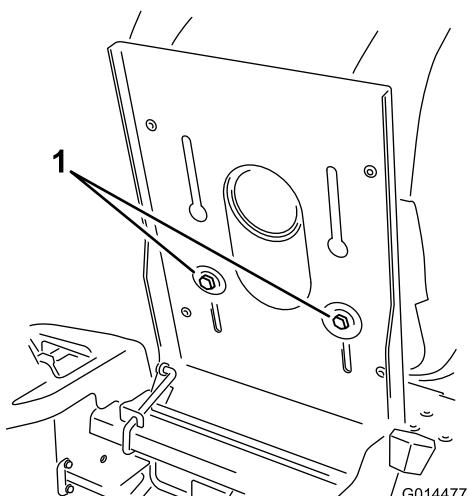

Figure 23
- Soulevez le siège et desserrez les boulons de réglage jusqu'à ce que vous puissiez déplacer le siège (Figure 23).